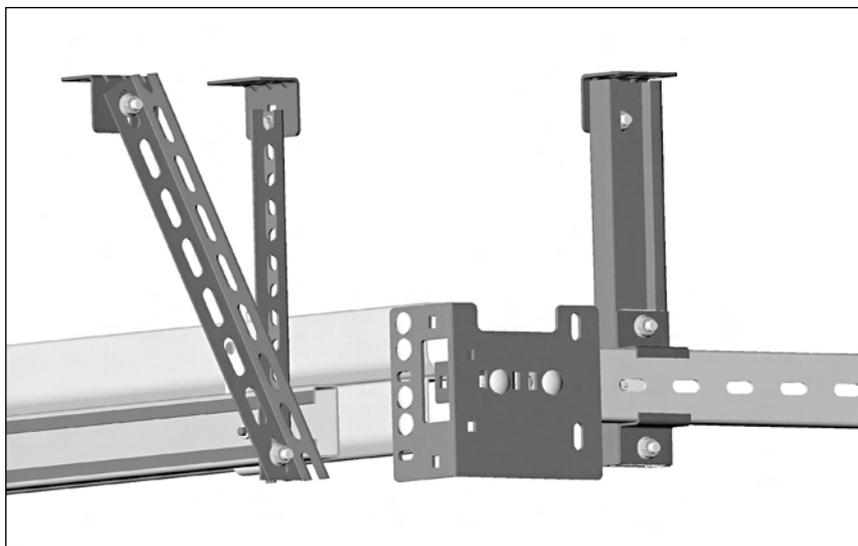
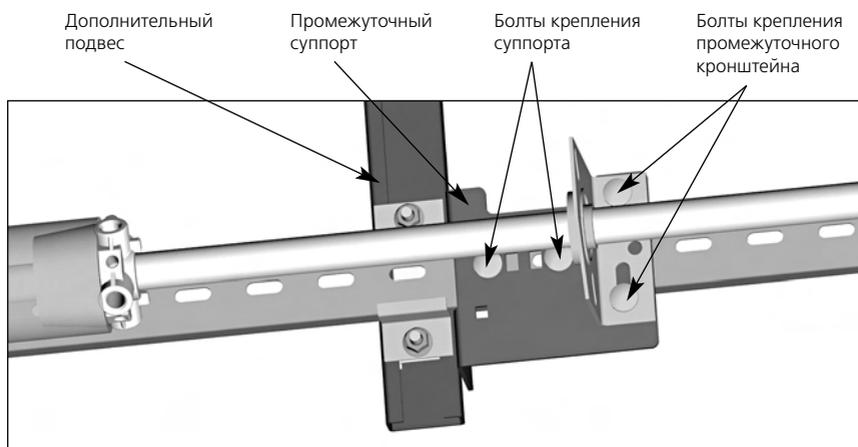

Рис. 25
Рис. 30
Для ворот низкого монтажа устанавливаются два дополнительных подвеса, закрепляемых к задней перемычке рядом с суппортами (рис. 25), а также по одному подвесу рядом с каждым промежуточным суппортом (рис. 30). При этом используются одинаковые монтажные кронштейны с уменьшенным размером полки, охватывающей перемычку. Подвес, устанавливаемый в районе промежуточного суппорта, рекомендуется подкрепить раскосом.
3) Смонтировать и закрепить задний промежуточный подвес (рис. 30).